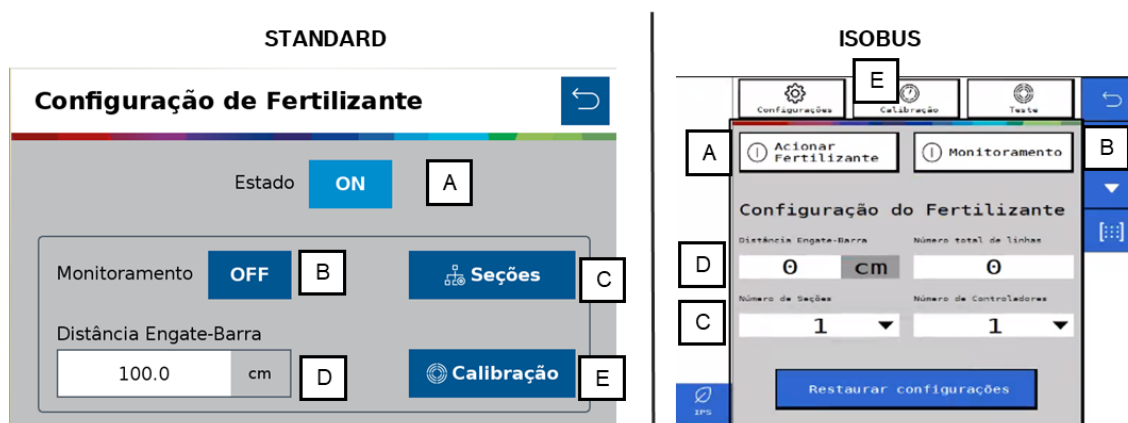
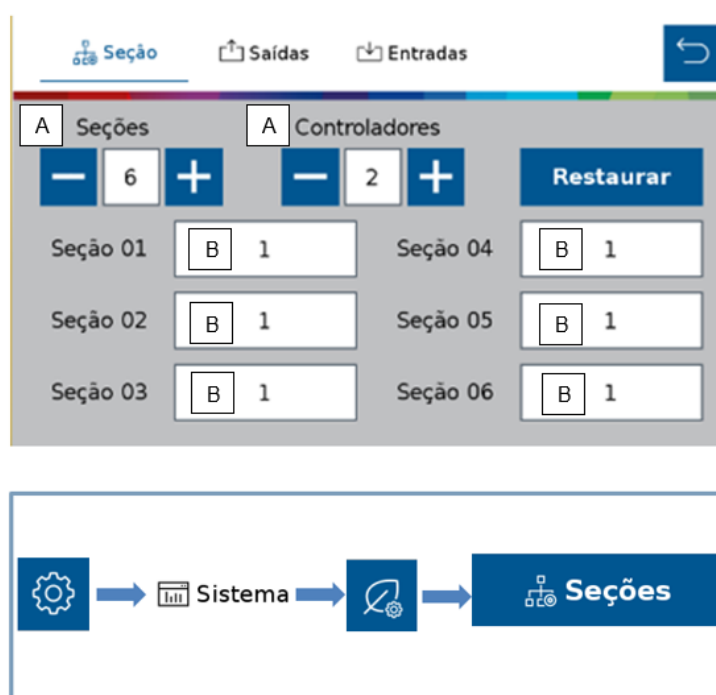
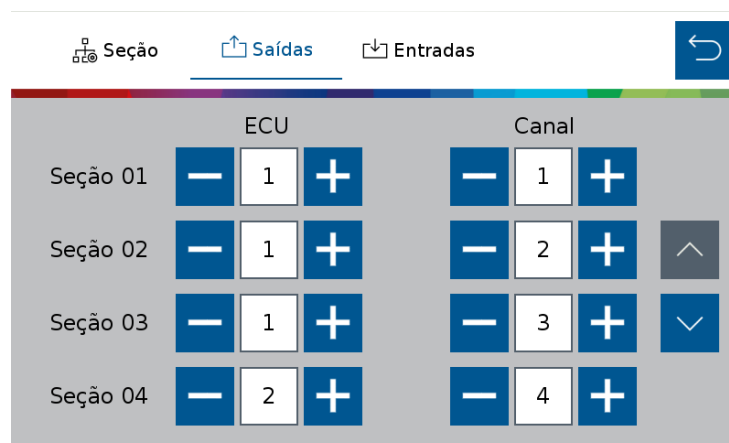
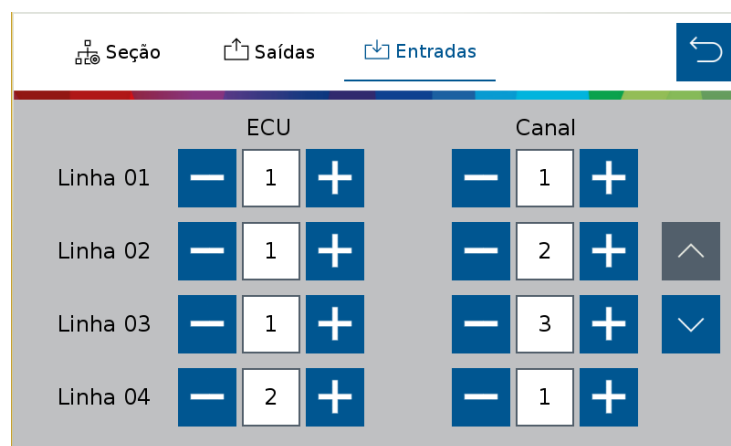

Figura 22 - Tela de configuração de fertilizante
Figura 24 - Configuração de seções de fertilizante
Figura 26 - Configuração de saídas de fertilizante
Figura 28 - Configuração de entradas de fertilizante
Em seguida, a seguinte tela será exibida, Figura 22:
- D) Distância Engate-Barra: distância em cm entre o engate e a média de distância dos tubos de fertilizante, Figura 22.
Para acessar a tela de configuração de seções de fertilizante no sistema standard o usuário deve pressionar o ícone de “Seções” no menu inicial do subsistema de fertilizante, Figura 22. A seguinte tela será exibida, Figura 24:
No sistema standard acesse o menu inicial do subsistema de fertilizante, Figura 22 e selecione o ícone saídas , Figura 26, para configurar a ECU e o canal no qual se encontram instalados os sensores de rotação dos motores hidráulicos do subsistema de fertilizantes. Cada sensor deve ser instalado em uma ECU e canal dedicados, selecione por meio dos botões “+” e “-” o canal dedicado a cada sensor.
Acesse o menu inicial do subsistema de fertilizante, Figura 22 e selecione o ícone entradas  Entradas, Figura 28, para configurar a ECU e o canal no qual se encontram instalados os sensores de fertilizante. Cada sensor deve ser instalado em um canal e ECU dedicado, selecione por meio dos botões “+” e “-” a ECU e o canal dedicado a cada sensor.